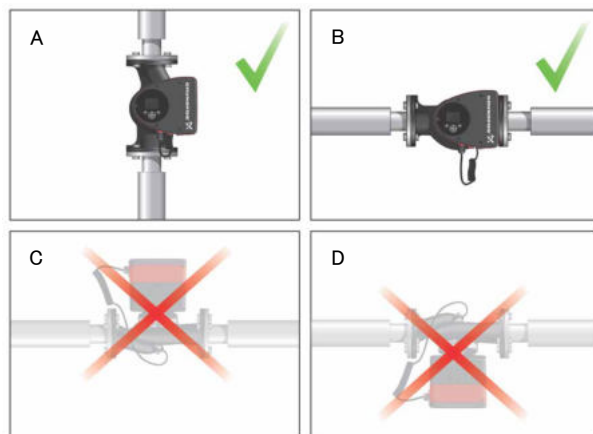

図7 電動機シャフトを水平にしてポンプを取り付ける
- ポンプを垂直配管に正しく取り付けた場合。図7 pos. A 参照。
- ポンプを水平配管に正しく取り付けた場合。図7 pos. B 参照。
- 電動機シャフトを垂直にして取り付けしないでください。図7 pos. C および D 参照。